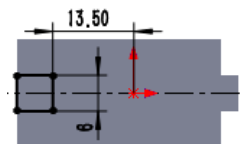

图 14.4.14 横断面草图
② 定义横断面草图。在草图环境中绘制图 14.4.14 所示的横断面草图。
(3) 定义切除深度属性。在“切除—拉伸”对话框 **方向1** 区域的  下拉列表中选择 **给定深度** 选项, 选中 ☒ **与厚度相等(L)** 复选框与 ☒ **正交切除(N)** 复选框。其他选择默认设置值。
(4) 单击  按钮, 完成切除—拉伸 2 的创建。